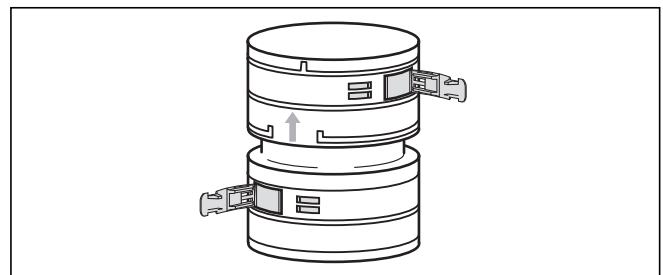
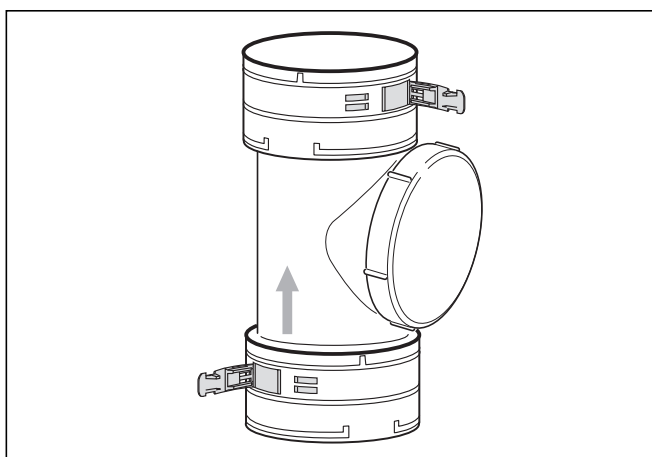

Abb. 6.50 Verbindungselement
Abb. 6.51 Reinigungselement
- Montieren Sie bei Bedarf zuerst Verbindungs- und Reinigungselemente (siehe Abb. 6.50 und 6.51).
Anstatt die Gesamtlänge der flexiblen Abgasleitung mit einem einzigen Stück zu überwinden, können Sie mehrere Teilstücke einsetzen und diese mit Verbindungselementen (Art.-Nr. 303512, Abb. 6.50) oder einem Reinigungselement (Art.-Nr. 303511, Abb. 6.51) verbinden.